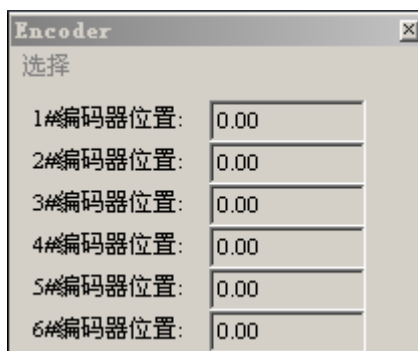

图 4-17 编码器模块对话框
- (1) 轴通道编码器测试需要按照表 3-1 的轴信号定义正确连接电机的编码器输入信号；
- (2) 在 MCT2008 软件主界面点击菜单“视图”->“编码器”，将会弹出编码器模块对话框，如图 4-17 所示；